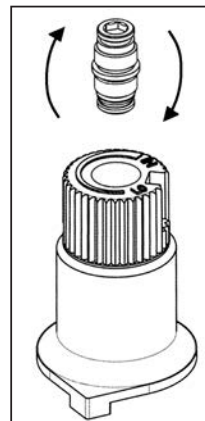

Figure 12: Retournement de la vis de la valve.
- f) Utilisez une clé Allen, comme montré à la figure 12, tournez la vis vers la droite. **ATTENTION!** Ne serrez pas trop la vis.